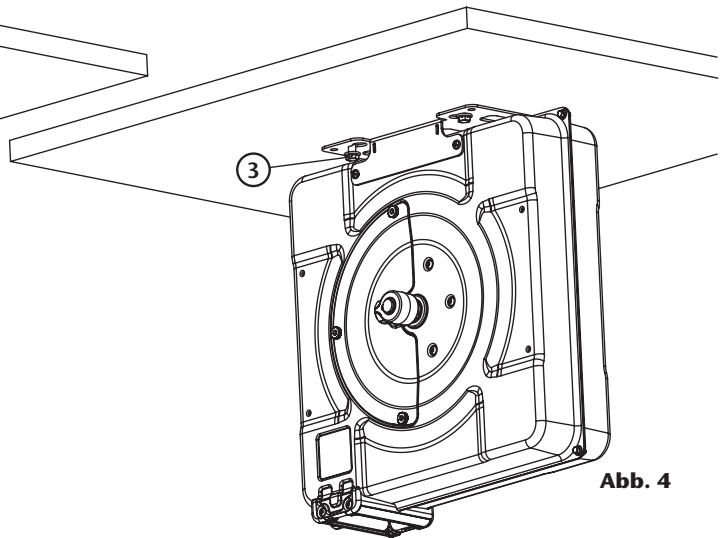

Abb. 4
- Sobald die Schlauchtrommel eingehängt ist, ohne sie loszulassen, die anderen 2 verbleibenden Schrauben (3) (Abb. 4) einführen, die nicht länger als 10 mm sein sollten, um sie leicht einführen zu können.